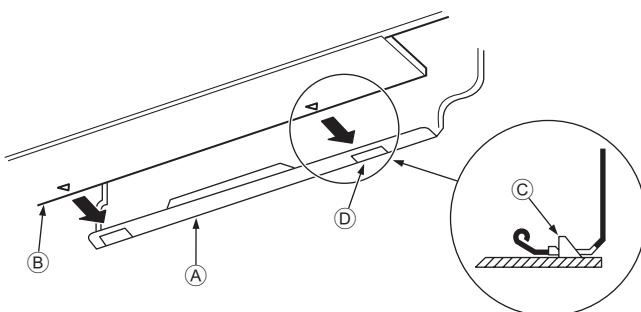

Fig. 3-10
3. Terwijl u de koelleiding en de afvoerleiding in het gat in de muur steekt, hangt u de bovenzijde van de binnenuit aan de ophangplaat ①.
5. Duw vervolgens het onderste gedeelte van de binnenuit op de ophangplaat ① om het apparaat te bevestigen. (Fig. 3-10)
- * Controleer of de knoppen aan de onderzijde van de binnenuit stevig in de ophangplaat ① zijn bevestigd.
- Ⓐ Ophangplaat ①